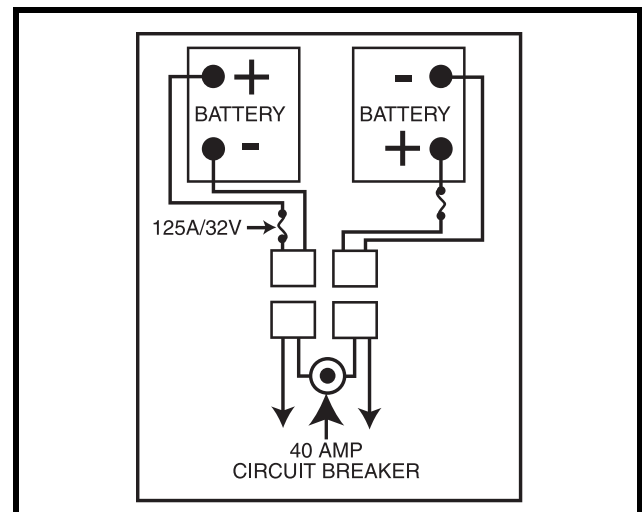

Abb. 15. Batteriekabelverlauf
6. Legen Sie neue Batterien ein. Jeder Anschluss sollte vom Sitzpfosten wegschauen. **Siehe Abb. 15.**
7. Legen Sie neue Batterien ein. Jeder Anschluss sollte vom Sitzpfosten wegschauen. **Siehe Abb. 15.**